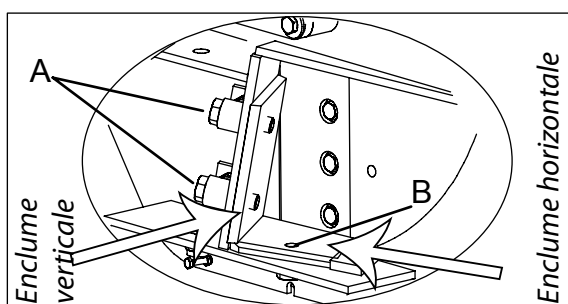

Fig. 16. Boulons de fixation de l'enclume
La coupeuse-déchetuse est munie d'une enclume verticale et d'une enclume horizontale. Pour retirer les enclumes, ouvrir les boulons de fixation (A) et (B) (M16). Le boulon de fixation de l'enclume horizontale (B) se situe sous l'orifice d'alimentation. Fig. 16.